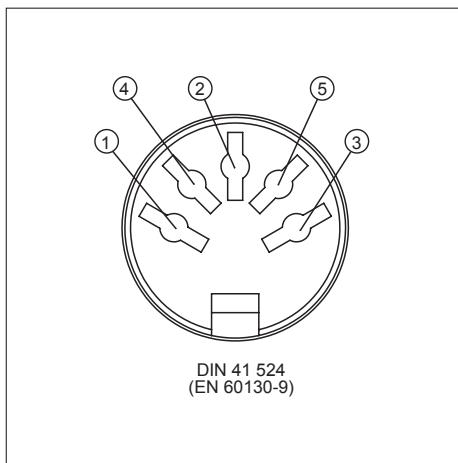

Abb.3 – Belegung der Steckerkontakte
1. Schließen Sie den Triggerstecker an die Eingangsbuchse INPUT (B) an.
3. Belegen Sie die Steckerkontakte gemäß Abb. 3.